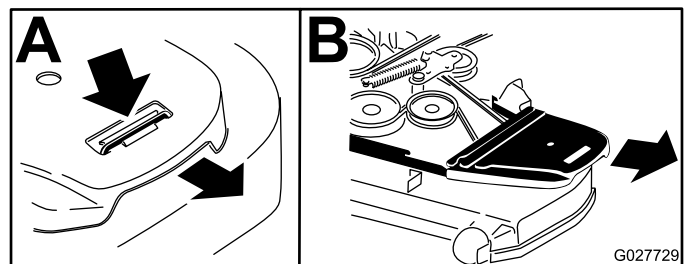

**Figure 73**
8. Vérifiez si un espace est visible entre le support en L et la butée de tringlerie (Figure 73).